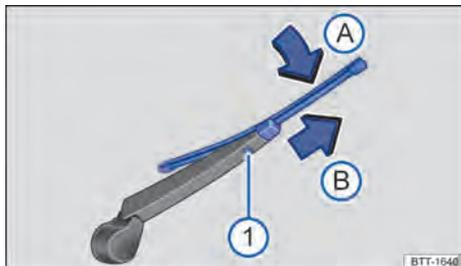

Fig. 131 Cambiar la escobilla limpiacristales de la luneta.
- Mantenga pulsada la tecla de desbloqueo → fig. 131 ①.
- Doble la escobilla en dirección al brazo del limpiacristales → fig. 131 (flecha A) y retírela al mismo tiempo en el sentido de la flecha B. Es probable que tenga que emplear bastante fuerza.
- Inserte una escobilla nueva de la **misma longitud y tipo** en el brazo del limpiacristales en el sentido contrario al de la flecha hasta que encastre → fig. 131 (flecha B). Para ello, la escobilla deberá estar doblada → fig. 131 (flecha A).